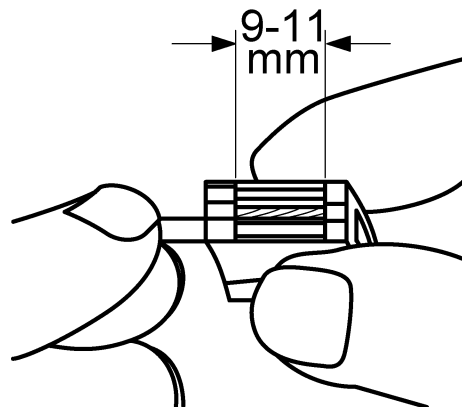

Figura 8: Lunghezza di spelatura
- Spelare il conduttore per 9 - 11 mm (figura 8).